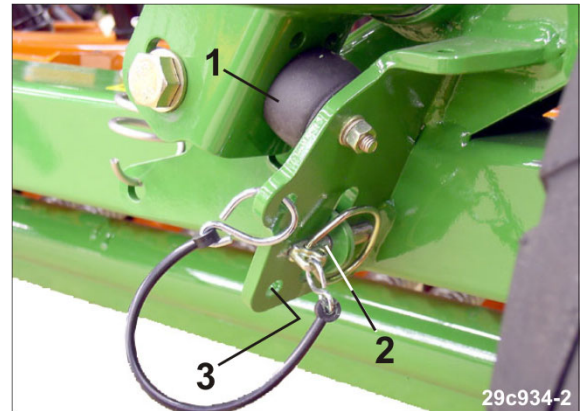

Рис. 168
- 3.1 Притисніть консоль маркерів до гумового буфера (Рис. 168/1).
- 3.2 Витягніть шплінт (Рис. 168/2) і вставте його в паркувальне положення в отворі (Рис. 168/3).